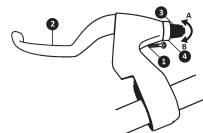
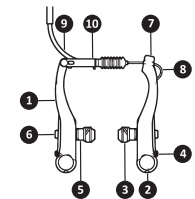

Рис. 13.1: Тормозная ручка тормозов V-типа и ее регулировки
Рис. 13.2: Тормоза V-типа и их регулировки
**Тормозная ручка** (рис. 13.1, поз. 2) механических тормозов (ободных или дисковых) имеет две регулировки — винт изменения расстояния до рычага тормозной ручки и механизм регулировки натяжения тросика. Расстояние до рычага тормозной ручки изменяется вращением винта (рис. 13.1, поз. 1). Установите положение рычага так, чтобы вы без проблем доставали до него пальцами, но при этом так, чтобы при нажатии на рычаг он не упирался в грипсу руля. Винт (рис. 13.1, поз. 3) и контргайка (рис. 13.1, поз. 4) регулировки натяжения тросика используются только для эксплуатационной подстройки натяжения троса тормоза. Каждый раз, когда вы регулируете натяжение, не забывайте зафиксировать винт с помощью контргайки.
**Тормозной механизм V-типа** представляет собой два подвижных рычага (рис. 13.2, поз. 1), каждый из которых вращается на шарнире (рис. 13.2, поз. 2). К рычагам присоединены тормозные колодки (рис. 13.2, поз. 3), которые своей фрикционной частью контактируют с колесным ободом при натяжении тросика, когда тормозная ручка нажата. Тормозной механизм регулируется винтами (рис. 13.2, поз. 4) натяжения возвратных пружин и положением тормозной колодки — при помощи набора сферических шайб (рис. 13.2, поз. 5). Правильно отрегулированный тормоз V-типа должен обеспечивать равномерный и одновременный прижим колодок к ободу. Расстояние между колодками и ободом при не нажатом тормозе должно составлять 1-3 мм.
**Настройка углового положения колодок** — необходима для того, чтобы колодки контактировали с ободом максимальной своей площадью. Ослабив натяжение винта (рис. 13.2, поз. 6), стягивающего набор сферических шайб (рис. 13.2, поз. 5), установите колодку параллельно ободу и строго напротив него. Затяните винт, удерживая колодку от проворачивания. Повторите процедуру для второй колодки тормоза.
- Открутите винт (рис. 13.2, поз. 7) зажима тросика и сдвиньте трос в нужную сторону, изменяя рабочую длину троса (от тормозной ручки до тормозного рычага).
Повторяйте последнюю операцию до тех пор, пока расстояние между колодками и ободом не примет требуемого значения. Тонкую регулировку при необходимости можно провести с помощью механизма (рис. 13.1, поз. 3, 4) регулировки натяжения тросика (см. ниже).
**Эксплуатационная регулировка натяжения тросика** производится по мере износа фрикционной части тормозных колодок и соответственно изменения их высоты. Открутите контргайку (рис. 13.1, поз. 4) и отрегулируйте рабочую длину тросика с помощью винта (рис. 13.1, поз. 3) так, чтобы свободный ход колодок вернулся к требуемым значениям. Не забудьте закрутить контргайку.
**Замена колодок** — необходима для поддержания работоспособности тормоза и сохранения его эффективности. Открутите винт (рис. 13.2, поз. 6), стягивающий набор сферических шайб (рис. 13.2, поз. 5), снимите внешние шайбы со шпильки и отсоедините колодку от рычага тормоза. Будьте аккуратны — шайбы легко соскакивают со шпильки и могут быть утеряны. Установка колодки производится в обратной последовательности. В процессе замены колодок необходимо проводить операцию по настройке их углового положения (см. выше).
**Замена тормозного тросика** производится в случае повреждения или износа тросика. Отверните винт (рис. 13.2, поз. 7) зажима тормозного троса, выньте его из зажимной части тормозного рычага (если установлен концевой колпачок на тросике, предварительно снимите его), а затем выньте тросик из рубашки (оплетки). Поверните регулировочный винт (рис. 13.1, поз. 3) на тормозной ручке и контргайку (рис. 13.1, поз. 4) так, чтобы разрезы на их корпусах совпали с прорезью на корпусе тормозной ручки. Нажмите на рычаг тормозной ручки и выньте тросик сквозь прорезь. Затем выньте концевой цилиндр крепления тросика из соответствующего паза на рычаге тормозной ручки. Установка тросика производится в обратной последовательности.
**Механизм расстегивания тормоза V-типа** — предназначен для того, чтобы вы имели возможность снять колесо с велосипеда без демонтажа тормоза или тормозных колодок, которые в рабочем состоянии не дают покрышке пройти между ними. Чтобы расстегнуть тормоз, необходимо одной рукой сжать пару тормозных рычагов (рис. 13.2, поз. 1), а другой — вынуть подводящую трубку (рис. 13.2, поз. 9) тросика из подвижной металлической стремянки (рис. 13.2, поз. 10). Застегивание производится аналогично: одной рукой сжимаем рычаги в направлении друг к другу (колодки будут касаться обода), а другой вставляем подводящую трубку в стремянку. Правильно настроенный тормоз позволяет расстегивать и застегивать обратно тормоза без нарушения их регулировки.